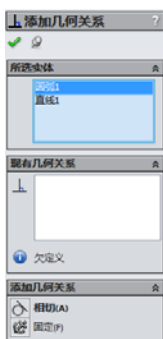
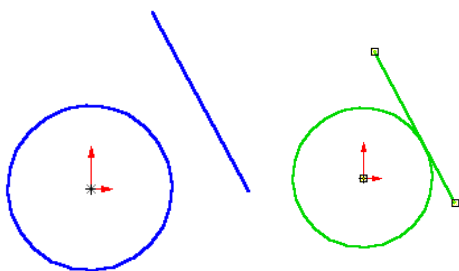

图 2-38 添加几何关系
图 2-39 添加相切关系前后的两实体（圆被添加了固定关系）
(1) 单击“尺寸/几何关系”工具栏中的“添加几何关系”按钮，或执行“工具”→“几何关系”→“添加”菜单命令。
(2) 在草图上选择要添加几何关系的实体。
(3) 所选实体会在“添加几何关系”特性管理器如图 2-38 所示中的“所选实体”栏中显示。
(4) 信息栏显示所选实体的状态（完全定义或欠定义等）。
(5) 如果要移除一个实体，在“所选实体”框中右击该项目，在弹出的快捷菜单中选择“清除选项”命令即可。
(6) 在“添加几何关系”栏中单击要添加的几何关系类型（相切或固定等），这时添加的几何关系类型就会出现自在“现有几何关系”栏中。
(7) 如果要删除添加了的几何关系，在“现有几何关系”栏中右击该几何关系，在弹出的快捷菜单中选择“删除”命令即可。
(8) 单击“确定”按钮后，几何关系添加到草图实体间，如图 2-39 所示。